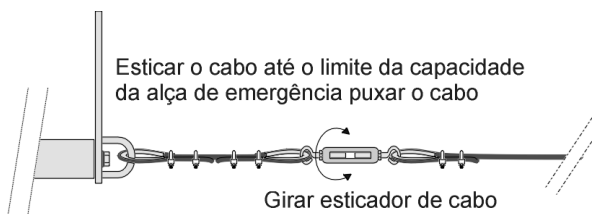

Fig. 9 – Ajuste fino do ponto de operação
- 6.5 Puxando-se o cabo de aço, a bandeira de sinalização de emergência é deslocada e gira 90°. Ao levantar manualmente a bandeira, a mola interna deve recolher o eixo completamente, sem a necessidade de ajuda do operador. Se o eixo não for completamente recolhido, deve-se fazer o ajuste fino de esticamento do cabo através do esticador. Girando-o no sentido horário/anti-horário, estica-se ou afrouxa-se o cabo de aço (fig 9). Deve-se ajustar o esticador de cabo até que o eixo seja completamente recolhido pela mola interna da alça de emergência.